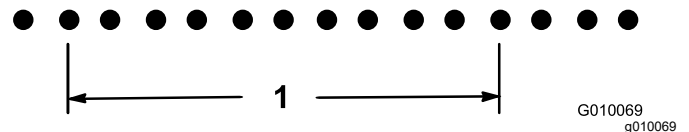

Figura 68
21.2 dividido por 10 = 2.12; el espaciado de las perforaciones mide 3 mm (0.12") más que el valor nominal (Figura 68)